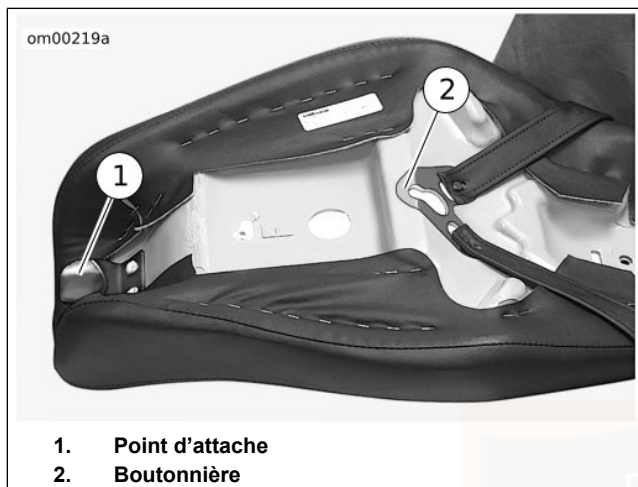

Figure 55. Siège : modèles Sportster
Voir Figure 55. Tous les modèles Sportster disposent d'une languette avant sous le siège sur le cadre arrière.
1. Voir la Figure 55. Glisser le siège vers l'avant jusqu'à ce que la languette (1) soit bien installée dans le cadre.